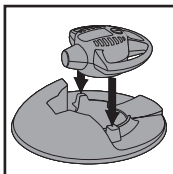

FIGURA 18
37. Vuelva a conectar el soplador portátil para materiales líquidos y sólidos colocando la unidad matriz nuevamente en la cubierta del depósito empujando hacia abajo hasta que se enganche el seguro. **FIGURA 18.**